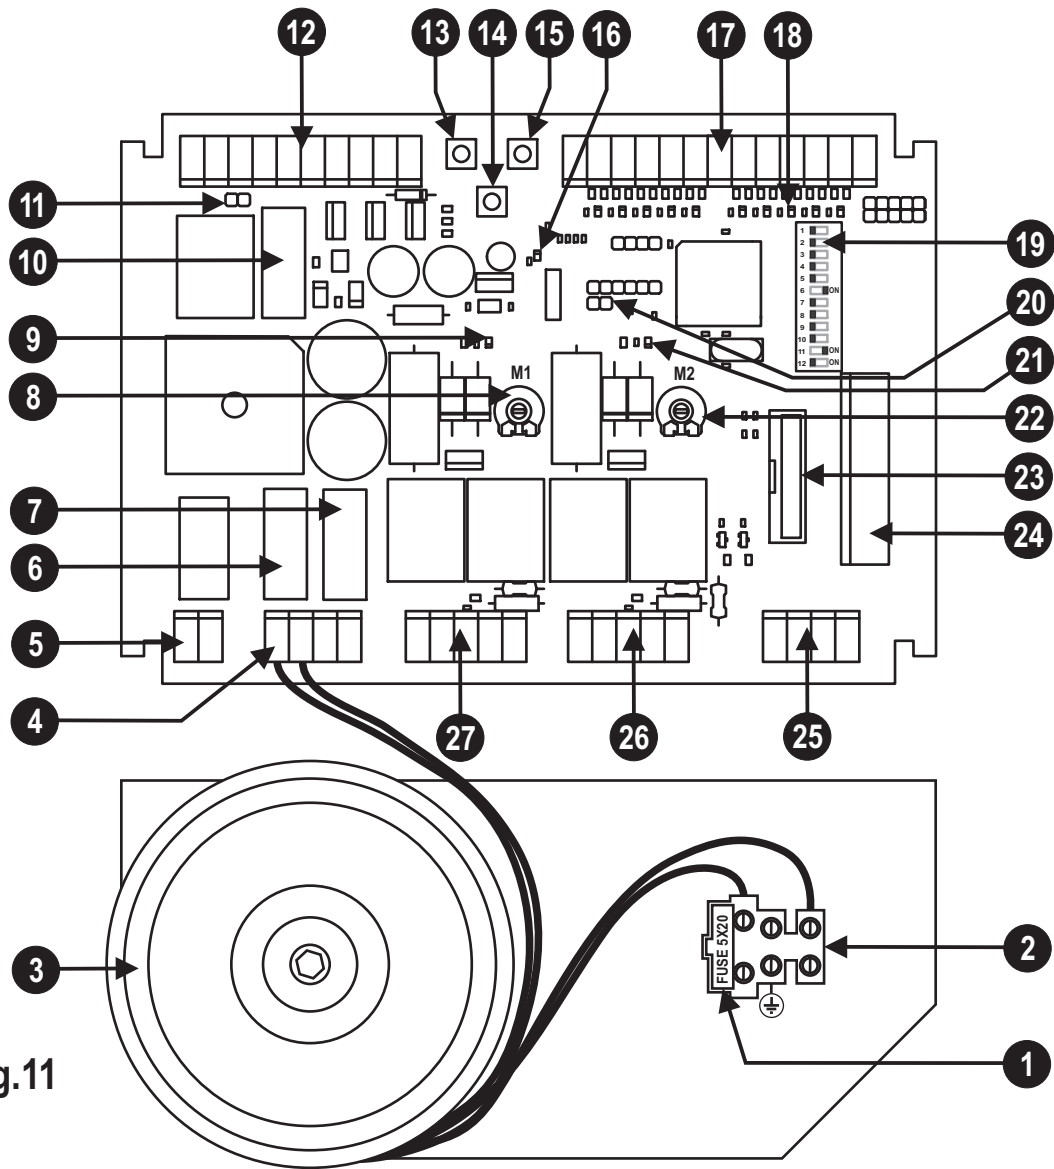

Fig. 11
- Monter le récepteur dans le connecteur (pos. 23 fig. 11)
DESCRIPCIÓN DE LAS PIEZAS (Fig. 11)